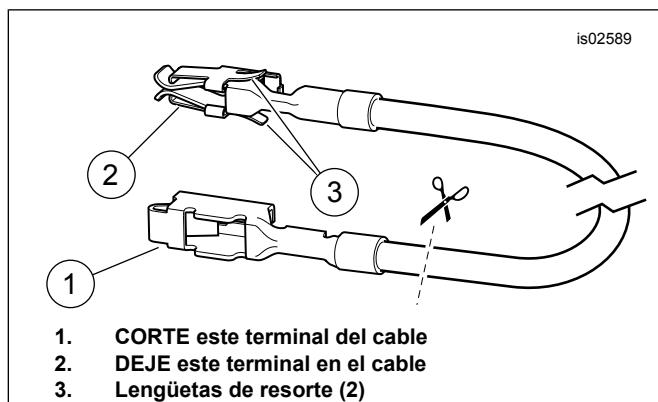
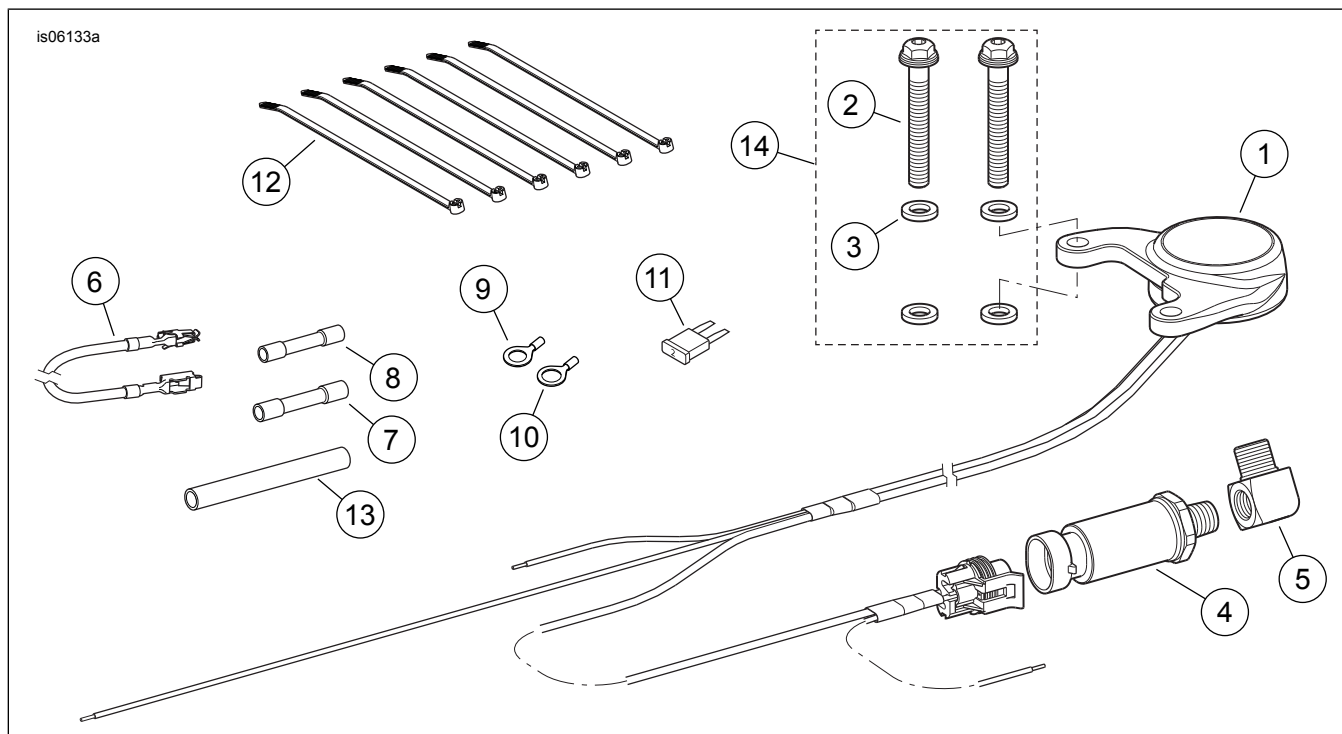

Figura 3. Cable adaptador del bloque de fusibles (Dyna y Softail)
Figura 5. Piezas de servicio: Manómetro digital del aceite
8. Vea Figura 5. Seleccione el terminal de anillo del tamaño correcto (artículo 9 o 10) para que acople con el tornillo de conexión a tierra o con el espárrago. Corte el cable de la conexión a tierra negro en el arnés del manómetro digital del aceite para que quede cerca de la conexión a tierra del vehículo. Engarce el terminal de anillo en el cable negro de la conexión a tierra. Instale el terminal de anillo en el tornillo de conexión a tierra o en el espárrago. Conecte el cable naranja/blanco a una fuente de alimentación del vehículo. Vea el diagrama de cableado e instrucciones del Manual de servicio. Siga a la sección para el año/modelo específico del vehículo.
4. Vea Figura 5. La advertencia bajo la sección Conexión del arnés y el Manual de servicio. Usando el conector de empalme sellado azul (7) del kit, empalme juntos los tres cables naranja/blanco.
2. Vea Figura 5. Obtenga del kit el cable del adaptador del bloque de fusibles naranja/blanco (6). Consulte la Figura 3. Observe el terminal en cada extremo (vea . Solamente el terminal CON las lengüetas de resorte encaja dentro de la cavidad de fusibles. Cuidadosamente corte el terminal SIN lengüetas de resorte del cable y deséchelo.
4. Corte el exceso del cable naranja/blanco del arnés del manómetro digital del aceite, para que alcance fácilmente el cable adaptador naranja/blanco instalado en el paso 3. Consulte la Figura 5. Obtenga del kit el conector de empalme sellado azul (7). Empalme el cable naranja/blanco del arnés del manómetro digital del aceite con el cable adaptador naranja/blanco.
5. Vea Figura 5. Instale el fusible de 2 A (11) del kit en la cavidad de fusible "ABIERTA" para completar el circuito.
3. Vea Figura 3. Obtenga del kit el cable del adaptador del bloque de fusibles naranja/blanco (6). Observe el terminal en cada extremo (vea . Solamente el terminal CON las lengüetas de resorte encaja dentro de la cavidad de fusibles. Cuidadosamente corte el terminal SIN lengüetas de resorte del cable y deséchelo.
5. Corte el exceso del cable naranja/blanco del arnés del manómetro digital del aceite para que alcance fácilmente el cable adaptador naranja/blanco instalado en el paso 4. Obtenga del kit el conector de empalme sellado azul (7). Empalme el cable naranja/blanco del arnés del manómetro digital del aceite con el cable adaptador naranja/blanco.
6. Vea Figura 5. Instale el fusible de 2 A (11) del kit en la cavidad del fusible "P&A IGN" para completar el circuito.
3. Vea Figura 5. Obtenga del kit el cable del adaptador del bloque de fusibles naranja/blanco (6).
6. Corte el exceso del cable naranja/blanco del arnés del manómetro digital del aceite para que alcance fácilmente el cable adaptador naranja/blanco instalado en el paso 5. Obtenga del kit el conector de empalme sellado azul (7). Empalme el cable naranja/blanco del arnés del manómetro digital del aceite con el cable adaptador naranja/blanco.
7. Vea Figura 5. Instale el fusible de 2 A (11) del kit en la cavidad del fusible "P&A IGN" para completar el circuito. Instale los tres fusibles que se quitaron en el paso 4 en las cavidades correctas.